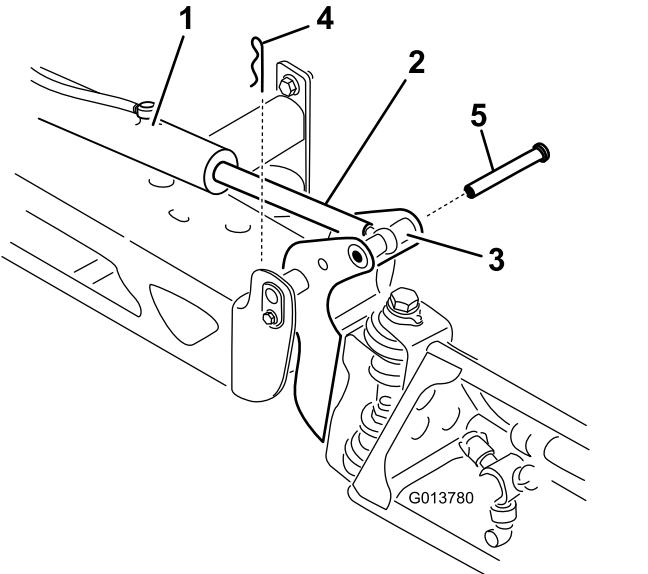

Figure 109
2. Retirez la goupille fendue de l'axe de pivotement (Figure 109).
3. Élevez la rampe et retirez l'axe (Figure 109), puis abaissez lentement la rampe au sol.
9. Tout en maintenant la rampe, insérez l'axe dans le pivot de rampe et la tige de vérin (Figure 109).